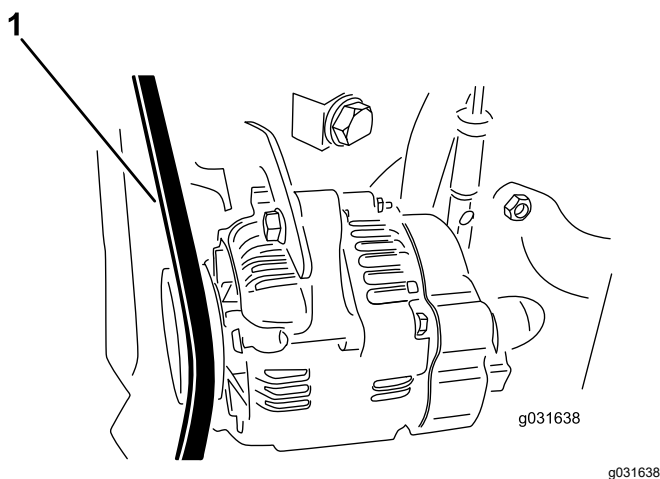

Рисунок 61
2. Приложите усилие 30 Н к ремню генератора в точке посередине между шкивами (Рисунок 61).